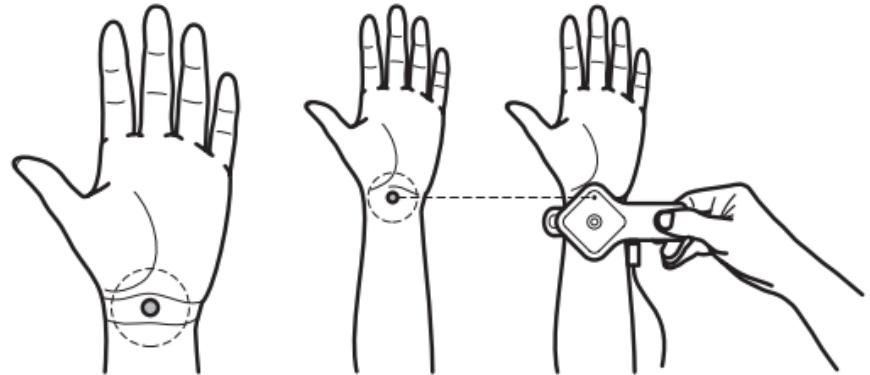

Рис. 5
8.4.5. Держа левую кисть ладонью вверх, разместите прибор на запястье. Биологически активная точка (БАТ) на запястье левой руки должна быть совмещена с активным электродом измерительного блока (см. рис. 1). БАТ находится на середине линии сгиба кисти (рис. 5).
БАТ для тестирования найти очень просто. Согните кисть левой руки в запястье. Поставьте палец правой руки ровно посередине образовавшегося сгиба между кистью и предплечьем. Разогните руку, не отнимая пальца. Палец будет стоять в точке, куда устанавливается активный электрод прибора (рис. 5).